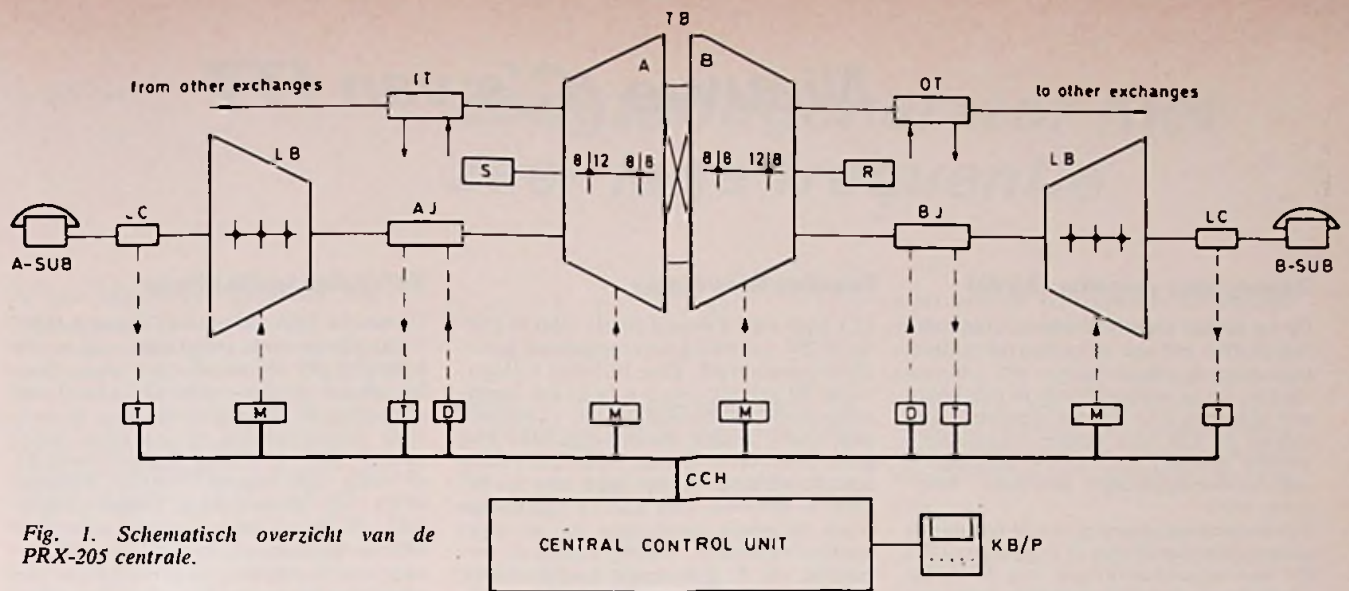

Fig. 1. Schematisch overzicht van de PRX-205 centrale.
*Afb. 1. (links). PRX-205 centrale in 2-processor configuratie voor ca. 1000 aansluitingen. In de linker kastrij zijn beide processors met hun kernengeheugen ondergebracht en in de rechter kastrij de schakelnetwerken en overdragers.*